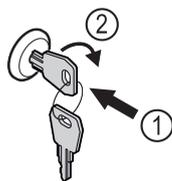

Fig. 150
- ▶ Inserire la chiave Fig. 150 (1).
- ▶ Ruotare la chiave di 90° in senso orario Fig. 150 (2).